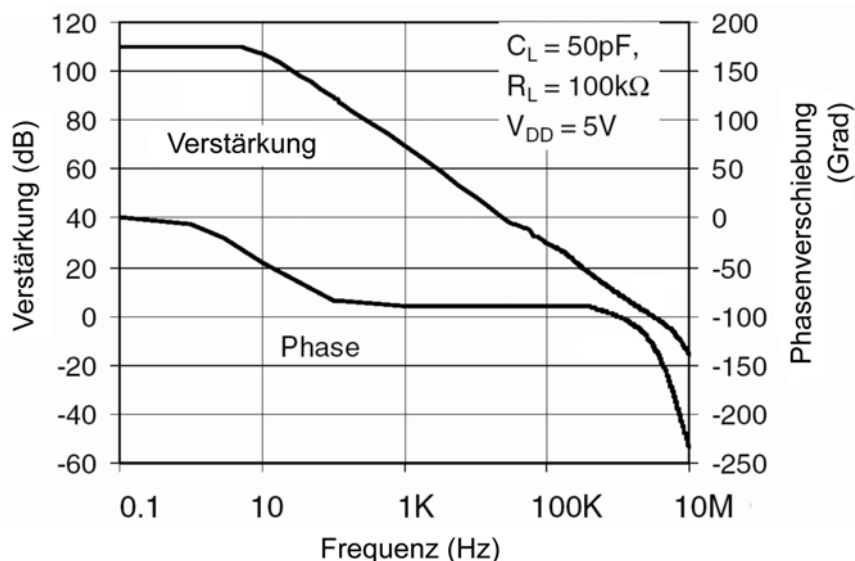

Abb. 5
10. Abb. 5 zeigt das Bode-Diagramm eines Operationsverstärkers. Kann dieser Verstärker als 1:1-Puffer (Impedanzwandler) betrieben werden? Erläutern Sie kurz (anhand des Diagramms), wie Sie zu Ihrer Aussage gekommen sind.